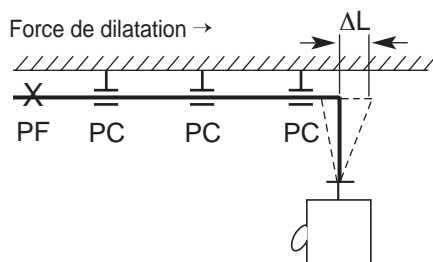

Fig.1
- Les points fixes dévient dans une direction voulue les variations de longueur axiales de canalisations (fig.1).